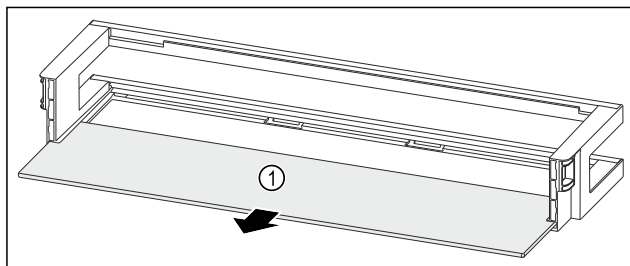

Fig. 118 Vratna polica z odlagalno polico
- ▶ Odstranite polico za odlaganje Fig. 118 (1).